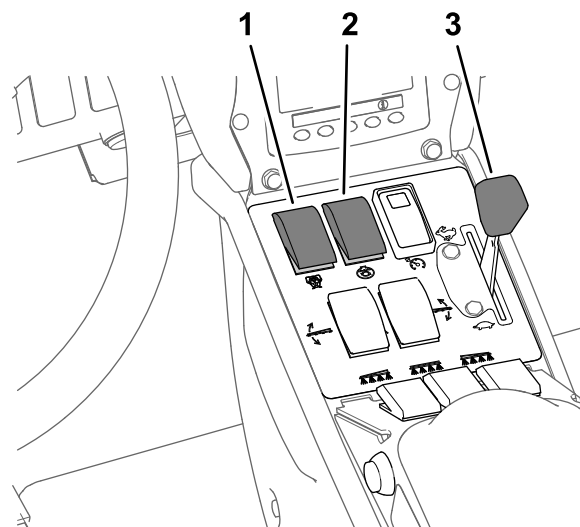

図 42
8. 攪拌スイッチとポンプスイッチを ON 位置にする 図 42。
9. スロットルを高速位置とする 図 42。
**注** 以下の手順は散布用ポンプが ON 状態であることを前提としています 図 42 散布率モードでの散布 (ページ 32) を参照。
4. 希望する散布に合わせてスロットル位置を調整する 図 42 散布率モードでの散布 \(ページ 32\) を参照。